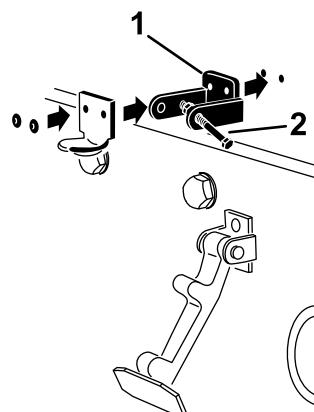

Figure 7
- Alignez les trous de montage et positionnez le support de verrouillage CE et le support du verrou de capot sur le capot. Le support du verrou doit être appuyé contre le capot (Figure 7).
- Rivez les supports et les rondelles sur le capot (Figure 7).